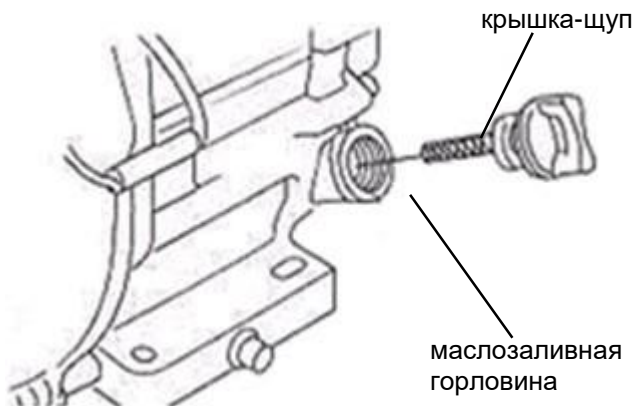

Рис. 2
2. Открутите крышку-щуп маслозаливной горловины и извлеките щуп (Рис. 2).
2. Выкрутите крышку-щуп маслозаливной горловины и извлеките щуп (Рис. 2).